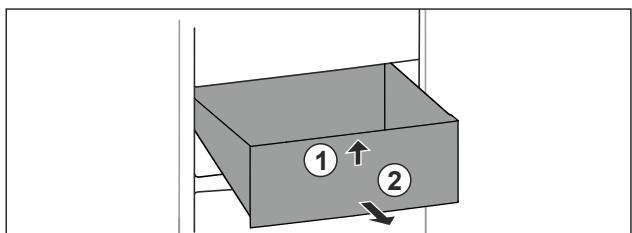

Fig. 91
- ▶ Nadzvedněte zásuvku vpředu. Fig. 91 (1)
- ▶ Vyjměte zásuvku dopředu. Fig. 91 (2)